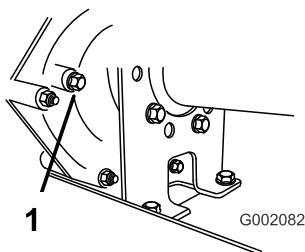

Рисунок 46
2. Выверните болт из отверстия индикации уровня масла (Рисунок 46).